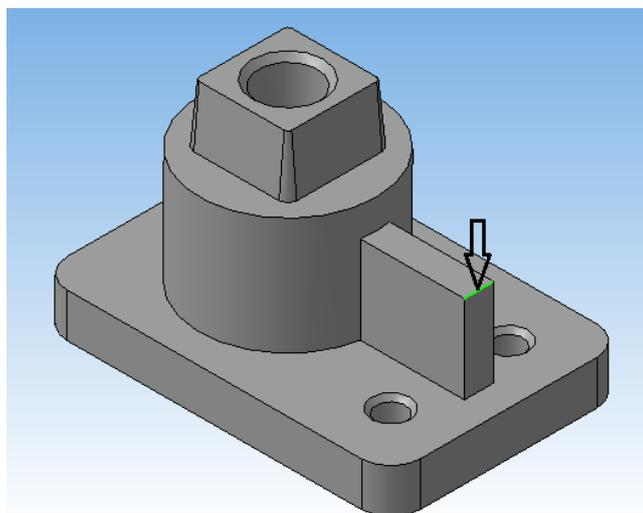

Рисунок 61.
26. Выполняем *Скругление*  на угле ребра жесткости, радиусом 10мм (рисунок 61).